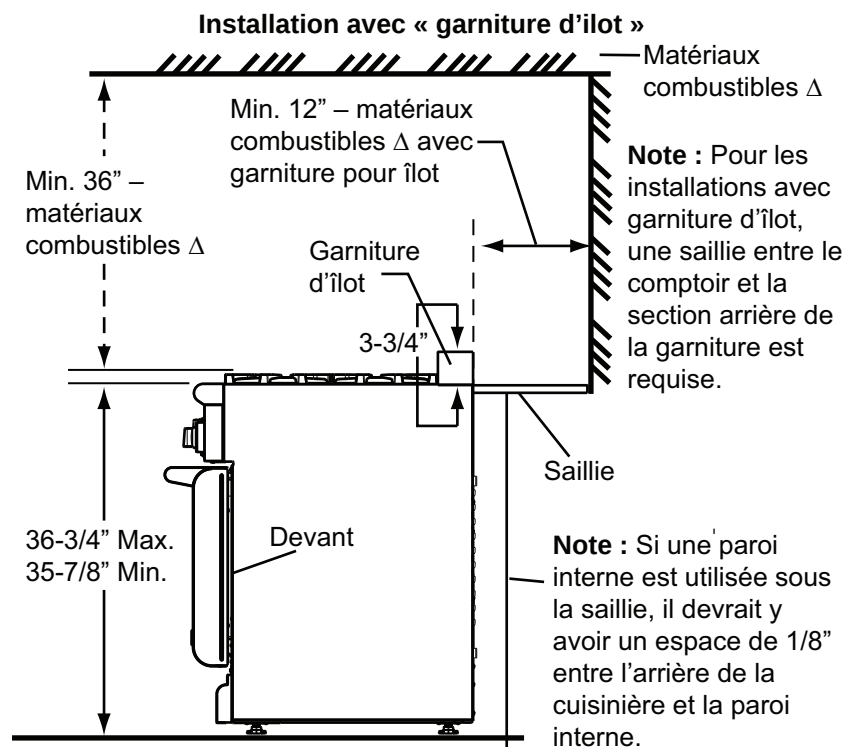

Figure 2 : Vue latérale
2. Les cuisinières de 36 po peuvent être encastrées entre les armoires au-delà de l'avant du four (Figure 2). Les modèles de 30 et 48 pouces ne sont pas conçus pour être alignés avec les armoires.
5. Si la distance entre un matériau combustible Δ et le bord arrière de la cuisinière au-dessus de la table de cuisson est de moins de 30,5 cm (12 po), il est obligatoire d'installer un dossier bas ou une tablette à casserole Thermador (Figure 2). Lorsque l'espace libre entre la cuisinière et le matériau combustible Δ est de plus de 12 po, la garniture d'îlot Thermador peut être utilisée. La Figure 2 indique l'espace libre nécessaire pour chaque type de dossier.